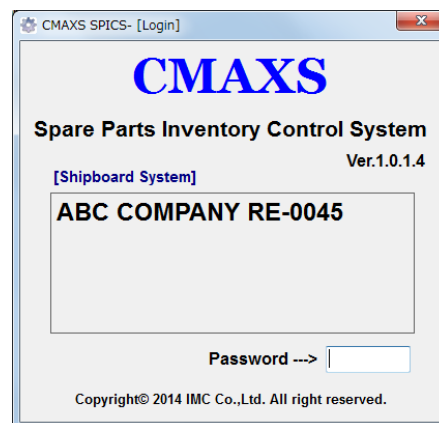

図 2.2.1 ログイン
2. "パスワード入力ダイアログ"(図 2.2.1)が表示されますので、パスワードを入力し"Enter"キーを押して下さい。※ 初期状態でのパスワードは"C/E" (Chief Engineer)が設定されています。 必要に応じ、13 章 (P.) を参照の上、権限及びパスワードを変更して下さい。